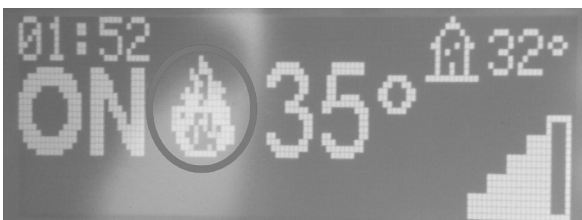

Fig. 4 - Płomień duży
- Po zakończeniu fazy zapłonu, piec ustawia się na trybie roboczym, wyświetlając wybraną moc cieplną i temperaturę otoczenia **płomień duży** (patrz Fig. 4).